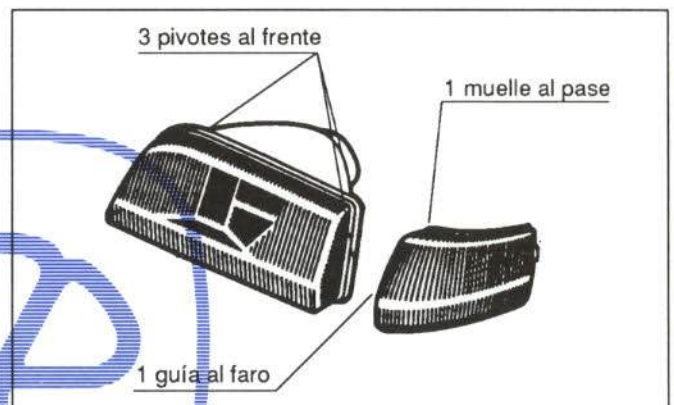

Figura 12.- Fijación del faro y piloto
Su fijación se muestra en la figura 12.
- Faros y pilots delanteros (figura 12)
- Piloto delantero (figura 12)